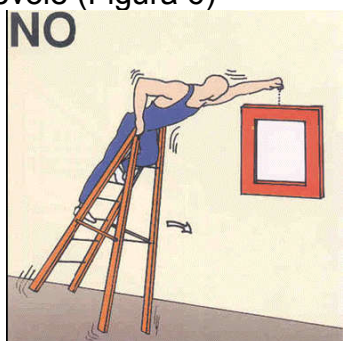

figura 6
- mantenere il proprio baricentro più all'interno possibile all'apertura della scala, senza sbilanciarsi verso l'esterno, per evitare il ribaltamento della scala pieghevole (Figura 6)